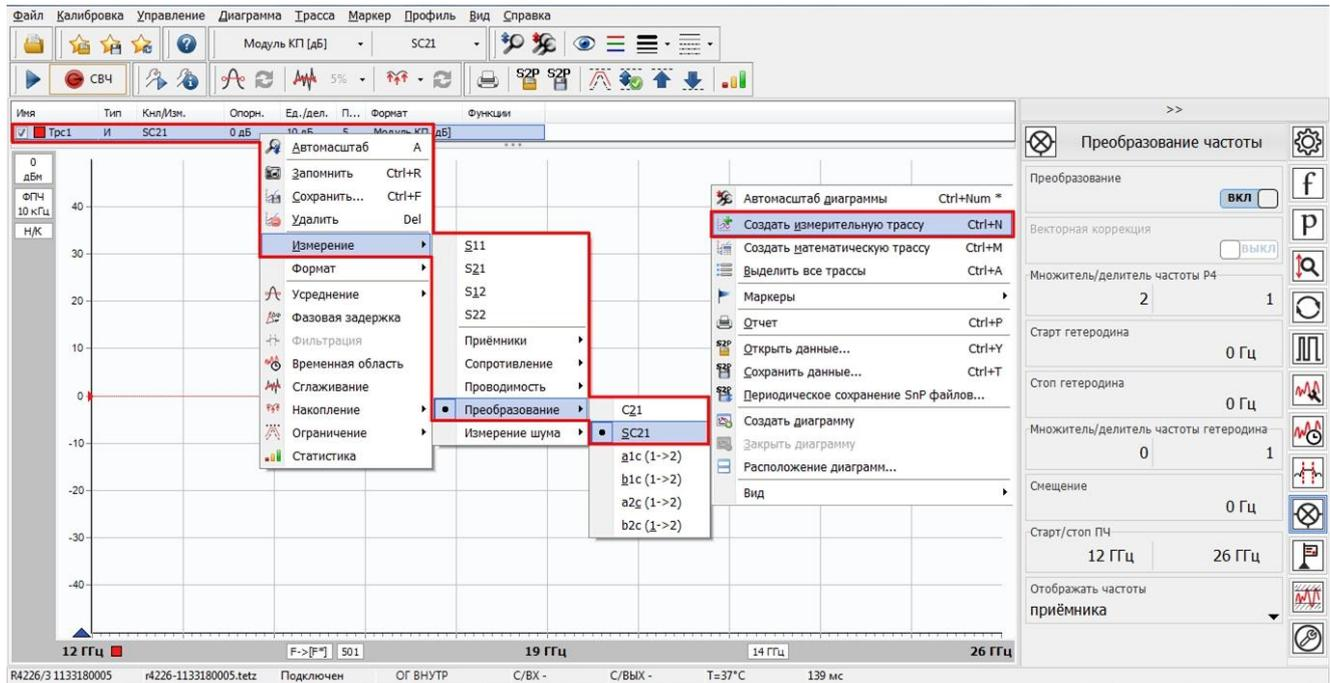

Рис. 12. Создание измерительной трассы для коэффициента преобразования  $SC_{21}$
13. Создать измерительную трассу для коэффициента преобразования  $SC_{21}$ , рис. 12.